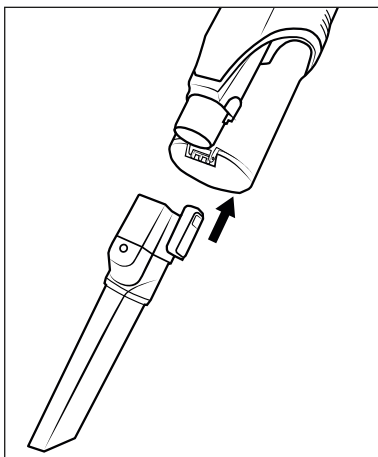

Abb. 14
- Verwenden Sie die Rundbürstendüse ①④ mit ihren harten Borsten für tiefsitzenden Schmutz bei groben Teppichen oder stark verschmutzten Autoinnenräumen. Der Bürstenaufsatz lässt sich von der Düse entfernen, um z. B. im Auto rundliche Einsätze oder Haltefächer zu saugen.
- ◆ Schieben Sie das Zubehör auf das Saugrohr 24 oder auf die Saugöffnung des Gerätes, bis es mit einem Klickgeräusch einrastet (siehe Abb. 14). Achten Sie dabei auf die richtige Position der Verriegelung.